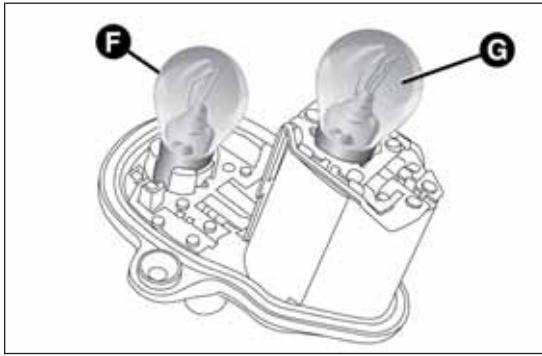

fig. 186
- procedere quindi con la sostituzione della lampada interessata: F = indicatori di direzione, G = luci di posizione/stop fig. 186.